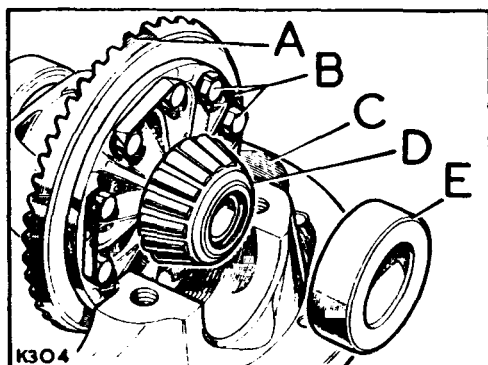

Fig. E1-59.- Conjunto de corona
- 6.13.- Mantener en posición las pistas exteriores de los cojinetes del diferencial y colocar el conjunto diferencial y corona sobre el cárter del piñón de ataque (Fig. E1-59).